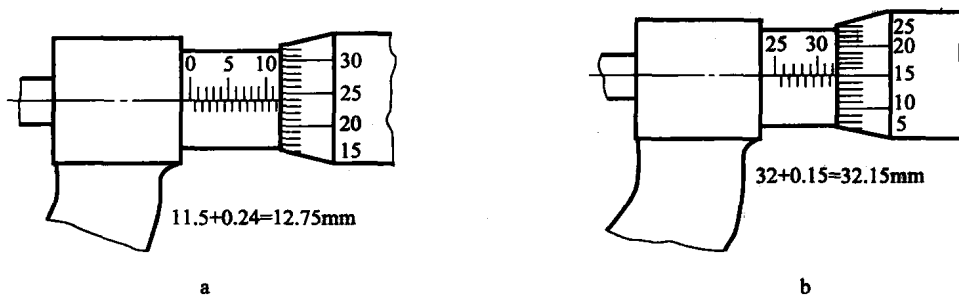

图 1-13 外径千分尺的读数
(2) 外径千分尺的使用方法: 先检查其零位是否校准, 读数时, 先以微分筒的端面为准线, 读出固定套管下刻度线的分度值 (只读出以毫米为单位的整数), 再以固定套管上的水平横线作为读数准线, 读出可动刻度上的分度值 (图 1-13)。读数时, 应估读到最小刻度的十分之一, 即 0.001mm 。如果微分筒的端面与固定刻度的下刻度线之间无上刻度线, 测量结果即为下刻度线的数值加可动刻度的值; 如果微分筒端面与下刻度线之间有一条上刻度线, 测量结果应为下刻度线的数值加上 0.5mm , 再加上可动刻度的值。对于存在零误差的千分尺, 测量结果应等于读数减去零误差, 即